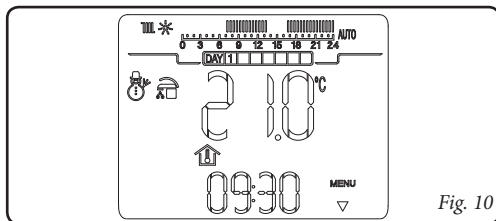

Fig. 10
- **Modalità inverno** (❄️). In modalità inverno la caldaia è abilitata sia per la produzione di acqua calda sanitaria che per il riscaldamento ambienti. In inverno il CAR^{v2} può funzionare in modo automatico o manuale per la descrizione del funzionamento vedi capitolo 6. Sul display viene visualizzato il giorno e l'ora corrente, la temperatura ambiente e la barra oraria con la programmazione giornaliera del timer riscaldamento unitamente ai relativi simboli (fig. 10).